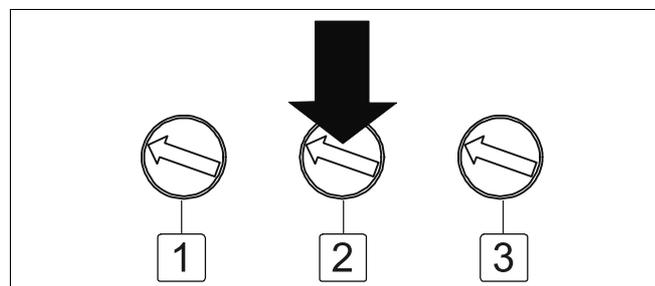

Рис. 46 Настройка минимальной мощности котла
- Повернуть потенциометр 2 (рис. 46) на монтажной полке и снять показание минимального давления газа в форсунках.